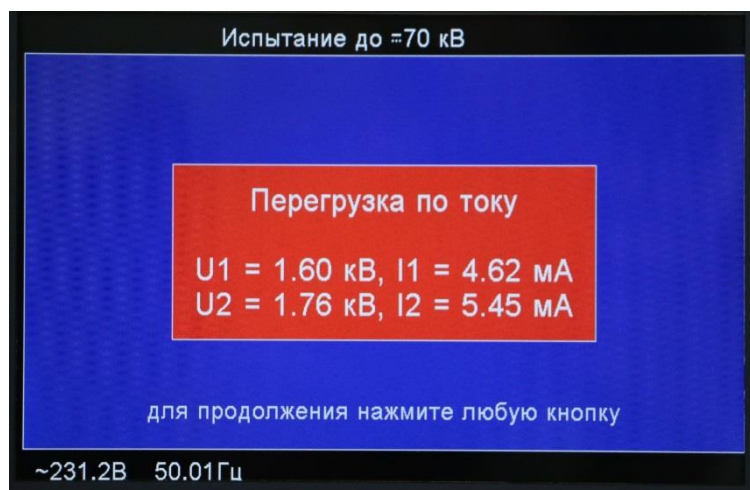

Рис.8.4.
8.2.4 В процессе испытаний возможен пробой нагрузки. В этом случае на экране появится сообщение рис. 8.4. в котором зафиксированы параметры тока и напряжения на момент пробоя ( $U_2$  и  $I_2$ ) и за секунду до пробоя ( $U_1$  и  $I_1$ ).